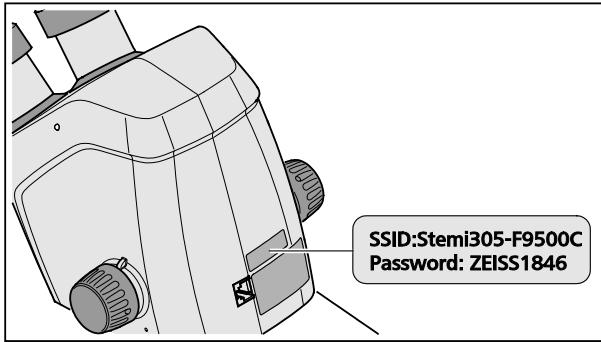

图 7 仪器背面的标签
- 显微镜主机背后的标签 (图 7) 显示了出厂设置的 WLAN 识别码 (SSID) 和仪器的 WLAN 密码。用户可以通过 WLAN 配置网页更改 SSID 和 WLAN 密码。